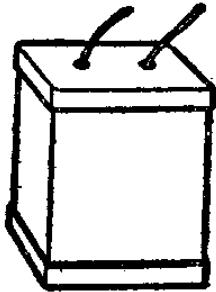

图 4-19
4. 储电器：又名电容器，如图 4-19。它是用来改善功率因数的，用了可以省电。但一般用户不用，因为装一个储电器要花一定数量的钱。一百盏灯以上的用户，一般都合用一个储电器。